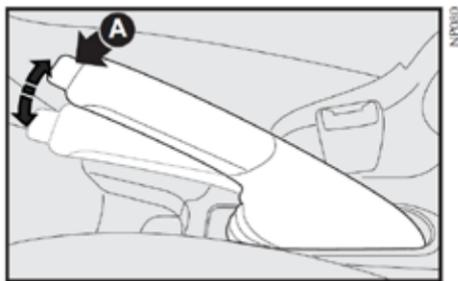

fig. 1
Freno de estacionamiento - fig. 1
- 1) Levante un poco la palanca y presione el botón A-fig. 1.
- 2) Con el botón presionado baje la palanca. El testigo (P) se apaga.